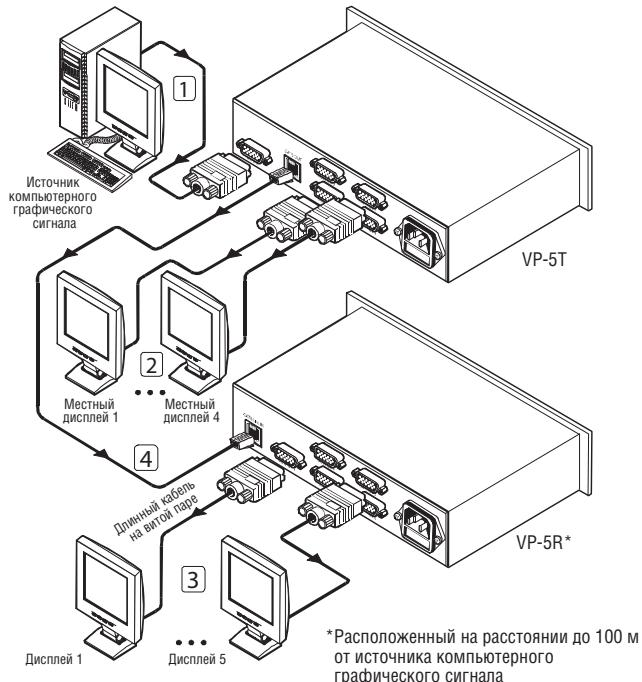

Рис. 10. Подключение источников и приемников сигналов к VP-5T и VP-5R
Передатчик **VP-5T** и приемник **VP-5R** можно использовать для построения системы передачи видеосигнала XGA на большое расстояние по кабелю на витой паре. Пример такой системы показан на рис. 10.
4. Подключите сетевые шнуры1 к **VP-5T** и **VP-5R** (не показаны на рис. 10).